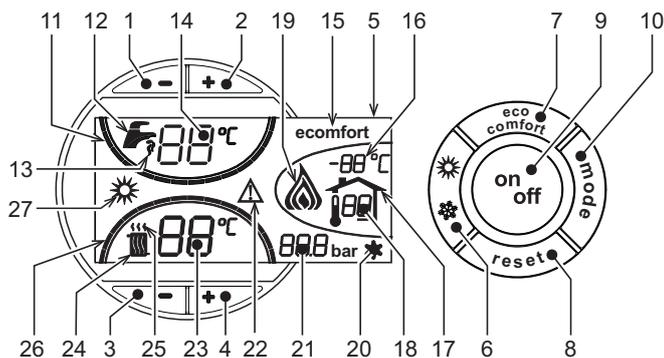
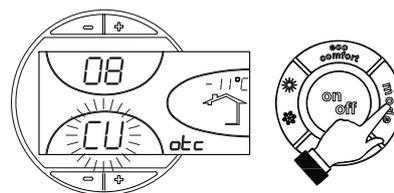
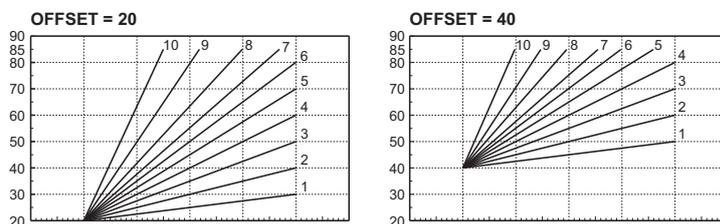

fig. 1 - Controlepaneel
fig. 11 - Kromming stoeklijn
fig. 14 - Voorbeeld van parallelle verplaatsing van de compensatiecurven
Het verzoek om verwarming (door de Omgevingsthermostaat of de Timerafstandsbediening) wordt aangegeven met knipperen van de warme lucht boven de radiator (detail 24 en 25 - fig. 1).
fig. 1 De streepjes die de verwarmingsgraad aangeven (detail 26 - ) gaan branden naarmate de temperatuur van de verwarmingssensor de ingestelde waarde dichterbenedert.
Het verzoek om sanitair water (naar aanleiding van gebruik van warm sanitair water) wordt aangegeven met knipperen van het warm water onder de kraan (detail 12 en 13 - fig. 1). Controleer of de functie Comfort geactiveerd is (detail 15 - fig. 1)
De streepjes die de temperatuur van het sanitaire water aangeven (detail 11 - fig. 1) gaan branden naarmate de temperatuur van de sensor van het sanitaire water de ingestelde waarde dichterbenedert.
Wanneer verwarming van de boiler actief is (standaard ingesteld) wordt op het display het symbool COMFORT (detail 15 - fig. 1) geactiveerd; wanneer ze is uitgeschakeld is op het display het symbool ECO (detail 15 - fig. 1) geactiveerd
De gebruiker kan de boiler uitschakelen (modus ECO) door te drukken op de toets eco/comfort (detail 7 - fig. 1). Druk nogmaals op de toets **eco/comfort** (detail 7 - fig. 1) om de modus COMFORT te activeren.
Druk 1 seconde op de toets **on/off** (detail 9 - fig. 1).
Druk nogmaals 1 seconde op de toets **on/off** (detail 9 - fig. 1) om de ketel weer aan te zetten.
Druk 1 seconde op de toets **zomer/winter** (detail 6 - fig. 1).
Op het display wordt het symbool Zomer (detail 27 - fig. 1) actief: de verwarmingsketel levert uitsluitend warm water. Het antivriessysteem blijft actief.
Druk weer 1 seconde op de toets **zomer/winter** (detail 6 - fig. 1) om de modus Zomer te deactiveren.
Bedien de **verwarmingstoetsen** (detail 3 en 4 - fig. 1) om de temperatuur te variëren van minimaal 30 °C tot maximaal 80 °C.
**-/+** Bedien de toetsen voor sanitair water fig. 1 (detail 1 en 2 - ) om de temperatuur te variëren van minimaal 10°C tot maximaal 65°C.
Wanneer de externe temperatuursonde (optioneel) wordt geïnstalleerd, wordt op het display van het bedieningspaneel (detail 5 - fig. 1) de werkelijke, door de sonde gemeten buitentemperatuur weergegeven. Het regelsysteem van de verwarmingsketel werkt met "Weersafhankelijke Temperatuur". In deze modus wordt de temperatuur van de verwarmingsinstallatie gereguleerd overeenkomstig de externe weersomstandigheden, zodat gedurende het hele jaar verhoogd comfort en energiebesparing wordt gegarandeerd. Namelijk bij toename van de buitentemperatuur wordt de uitgangstemperatuur van de installatie volgens een vastgestelde "compensatiecurve" verlaagd.
Bij regeling met Weersafhankelijke temperatuur wordt de temperatuur die ingesteld is met de verwarmingstoetsen **-/+** (detail 3 en 4 - fig. 1) de maximum uitgangstemperatuur van de installatie. Aanbevolen wordt om de maximumwaarde in te stellen, zodat het systeem bij het regelen gebruik kan maken van het gehele functioneringsbereik.
Door eenmaal op de toets **mode** (detail 10 - fig. 1) te drukken wordt de huidige compensatiecurve (fig. 11) afgebeeld en kan ze gewijzigd worden met de **toetsen sanitair water** (detail 1 en 2 - fig. 1).
Door te drukken op de **verwarmingstoetsen** (detail 3 en 4 - fig. 1) wordt toegang verkregen tot parallelle verplaatsing van de curven (fig. 14), die gewijzigd kan worden met de **toetsen sanitair water** (detail 1 en 2 - fig. 1).
Druk nogmaals op de toets **mode** (detail 10 - fig. 1) om de modus voor afstellen van parallelle verplaatsing van de curven af te sluiten.